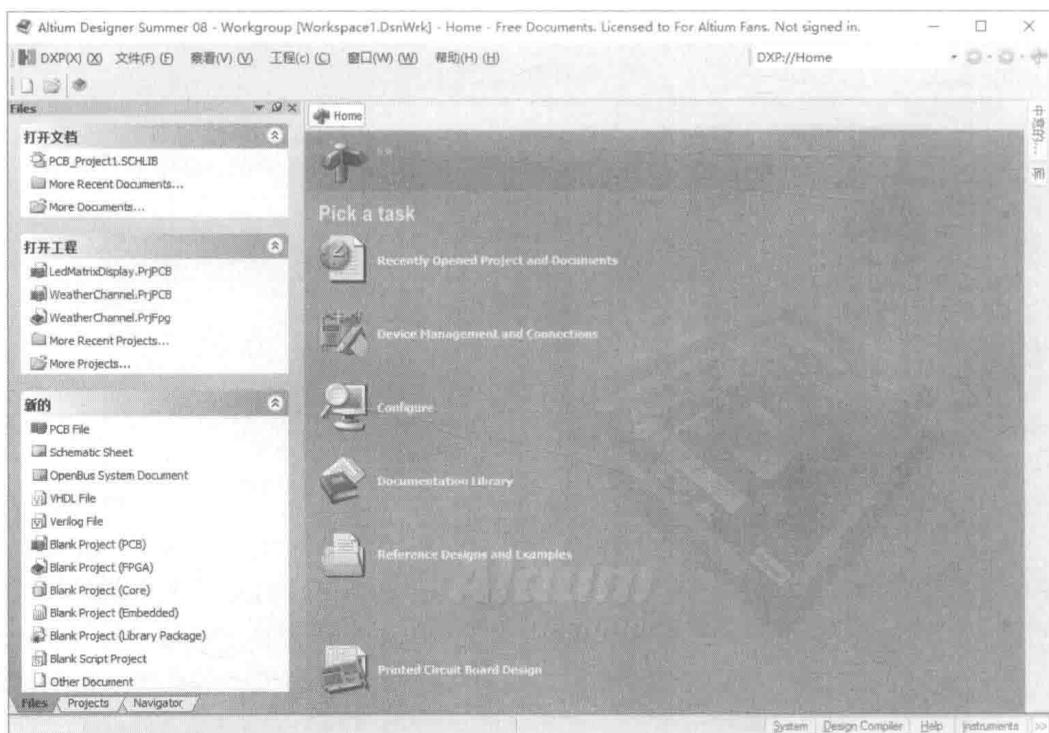

图 1-15 Altium Designer 系统的中文界面
- (5) 退出并重新启动 Altium Designer 系统，即切换为中文界面，如图 1-15 所示。
从图 1-15 中可以看出界面并不完全是中文，并且各个应用窗口中的命令汉化得也不准确。因此，本教材后面的学习将以英文界面为基础进行。